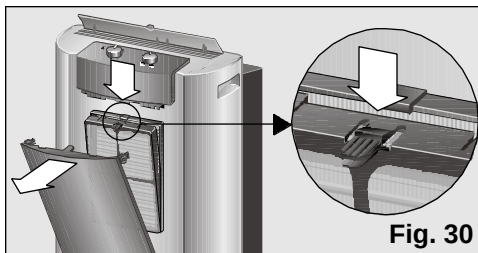

Fig. 30
Alle modellene er utstyrt med et standardfilter som må rengjøres etter en tid, Fig. 29. Dette gjøres helt enkelt ved å trykke inn klemmen på øvre del og ta filteret ut av holdet, Fig. 30. Det er tilstrekkelig å vaske det under rennende vann, tørke det og sette det inn på plass igjen.
- ☐ Ta standardfilteret ut av anlegget, Fig. 30.